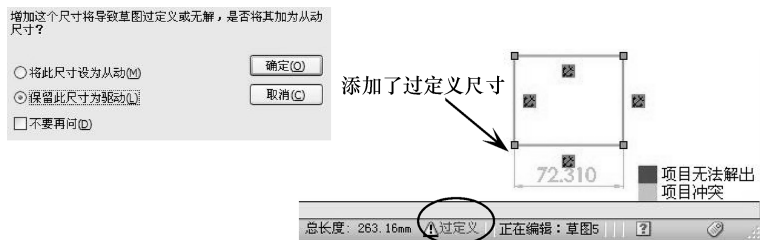

图 2-160 过定义的草图状态
- 过定义：如果对完全定义的草图标注尺寸，系统会弹出【将尺寸设为从动？】属性面板，选择【保留此尺寸为驱动】单选按钮，此时的草图即是过定义的草图，状态信息在状态栏显示，如图 2-160 所示。